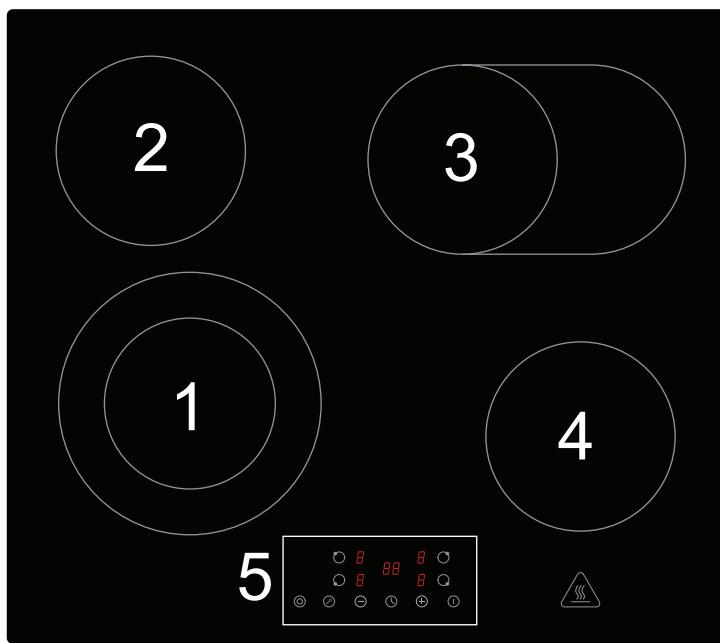
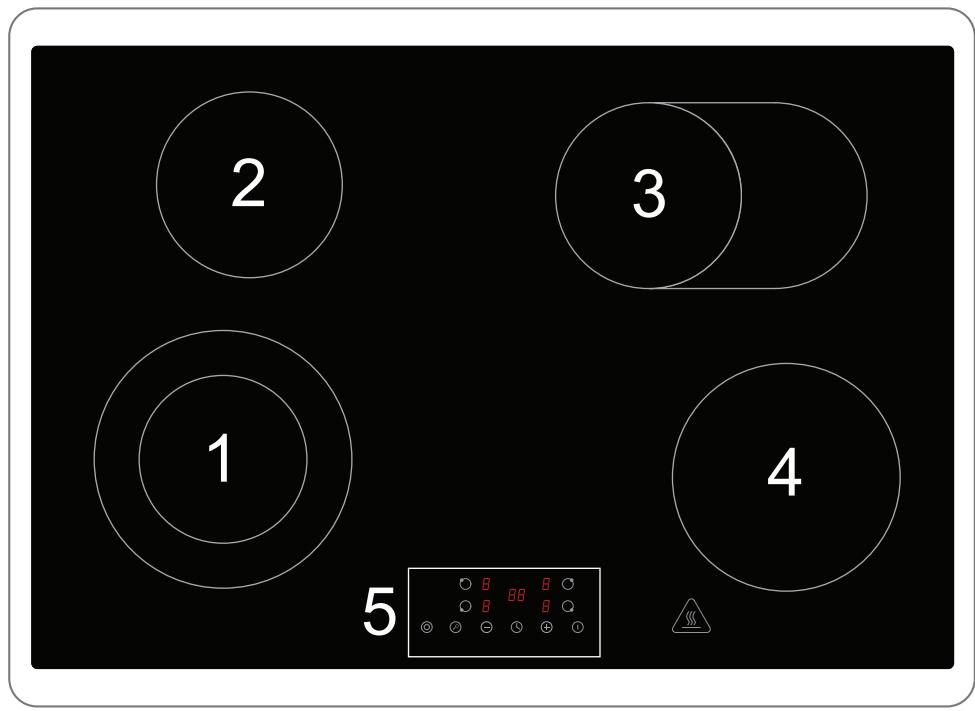

Abb. 4.6
Abb. 4.7
HINWEIS: Die für die Doppelkochzone verfügbaren Zonen sind Zone 1 und Zone 3, siehe (Abb. 4.6 und Abb. 4.7). Die auf dem Display angezeigte Leistungs-/Garintensitätsstufe variiert von 1 bis 9 (0, Kochzone ist ausgeschaltet).
**HINWEIS:** Die für die Doppelkochzone verfügbaren Zonen sind Zone 1 und Zone 3, siehe (Abb. 4.6 und Abb. 4.7 ).